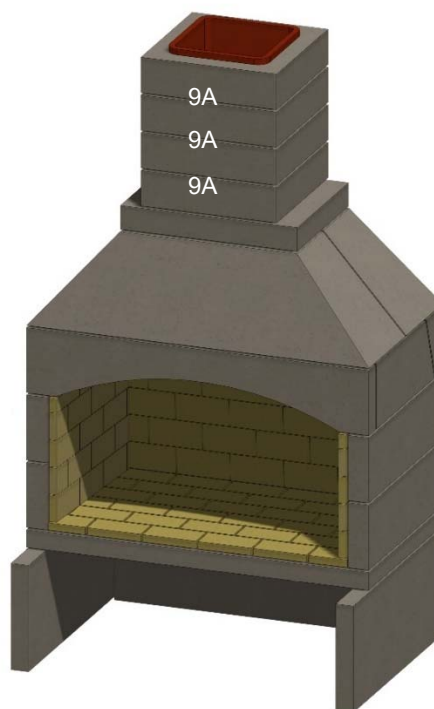

Figura 24. Chimenea completa
P. Instale el resto de las secciones de la chimenea (9A), cubriendo completamente cada pieza con mortero y rellenando el hueco entre las tejas de arcilla de cada sección. Reforzar las juntas para crear una transición suave entre cada sección de la chimenea. Tenga en cuenta que si una baldosa está astillada o ligeramente fuera de escuadra, puede utilizarse siempre que las juntas se rellenen y alisen con mortero de alta temperatura. Véase la figura 24. **Si se requiere una chimenea adicional para penetrar en un tejado o estructura, consulte la sección 4.0 para obtener instrucciones más detalladas.**